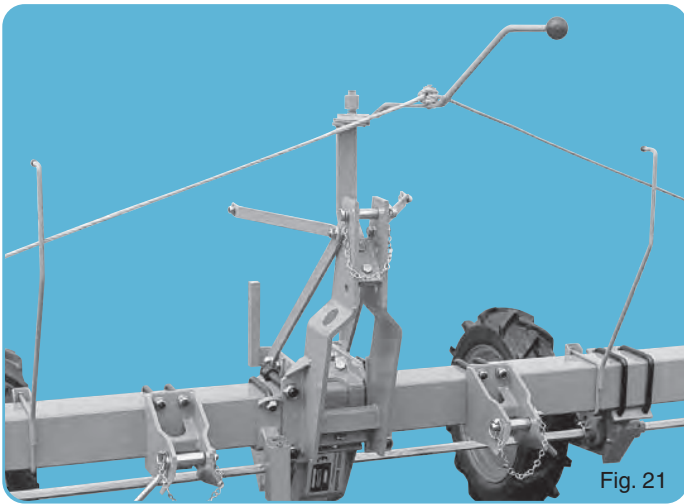

Fig. 21
- Fig. 21.** Manual reverse of the row marker with guiding ropes.
- Fig. 21.** Inversor manual al marcatoarelor de rânduri cu funii de ghidare (opțional).
- Fig. 21.** Ręczne przeliczenie znaczników mechanicznych za pomocą linek.
- Fig. 21.** Ръчен Реверсивен механизъм на маркири с водещи въжета (опция).